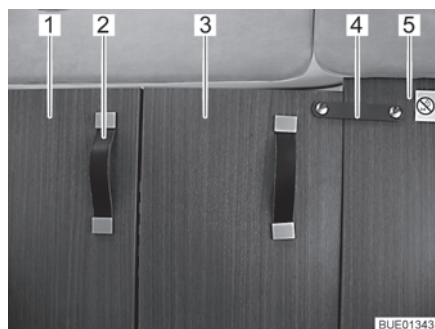

Fig. 53 Separazione cabina di guida, chiusa
- Tirare completamente verso l'interno la separazione cabina di guida (Fig. 53,1) dall'impugnatura (Fig. 53,2).
- Fissare la parte ribaltabile della separazione cabina di guida (Fig. 53,3) con la reggetta di sicurezza (Fig. 53,4) sulla parete intermedia fissa (Fig. 53,5) dietro il sedile del passeggero.